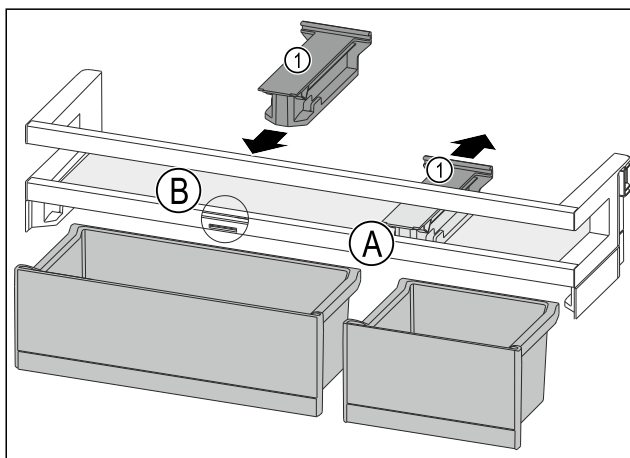

Fig. 109
- Retirer la pièce de retenue Fig. 109 (1) en position Fig. 109 (A) vers l'arrière.
- Mettre la pièce de retenue Fig. 109 (1) en position Fig. 109 (B).